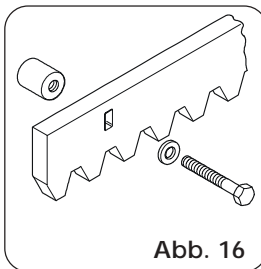

Abb. 16
**4.4.2. ZAHNSTANGE AUS STAHL ZUM ANSCHRAUBEN (Fig. 16)**